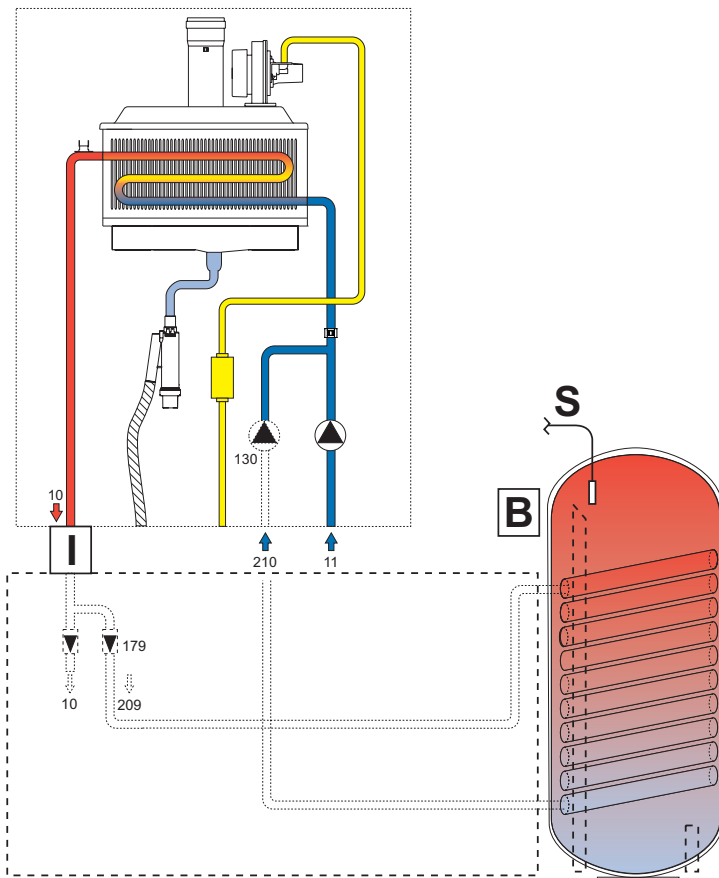

fig. 15 - Kit de conexión para el calentador
Para la conexión a un calentador externo está disponible el kit opcional -. El kit, formado por **bomba de circulación** (ref. 130 - fig. 15), **sonda para el calentador** (ref. S - fig. 15) y **conexiones hidráulicas**, se monta dentro de la caldera como indican las instrucciones incluidas en el propio kit. Conectar luego a los empalmes de la caldera.